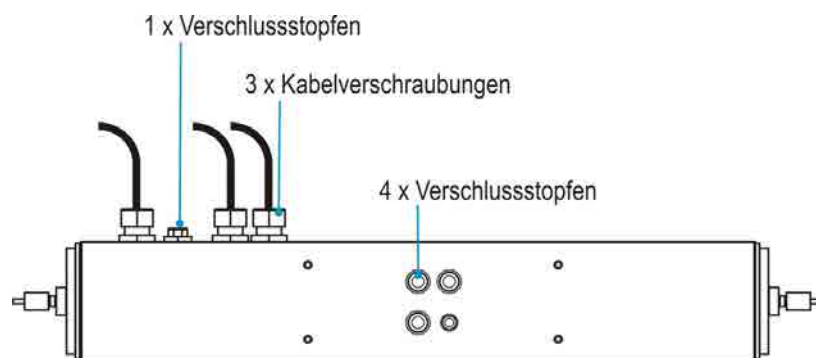

Abbildung 8: Kabeleinführungen mit Verschlussstopfen auf der Gehäuse-Unterseite
- Eine ausreichende Kabellänge wählen, damit beim Drehen/Neigen des Gehäuses die Kabel nicht beschädigt werden. Wahlweise können die Kabelverschraubungen auch auf der Unterseite des POLARIS montiert werden (siehe Kapitel 5.2.2, Abbildung 8).